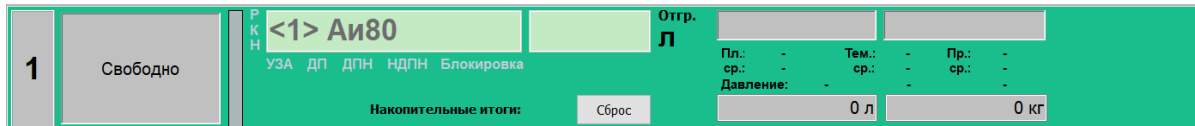

Рисунок 5. Панель стояка налива.
- **Панель стояка налива** – содержит все органы управления и индикаторы состояния стояка налива (рисунок 5). Внешний вид панели зависит от ряда настроек и может сильно отличаться от приведенного на рисунке. Настройку внешнего вида панели стояка налива и главного окна режима "Управление" см. "Топаз-Нефтебаза. Руководство администратора".